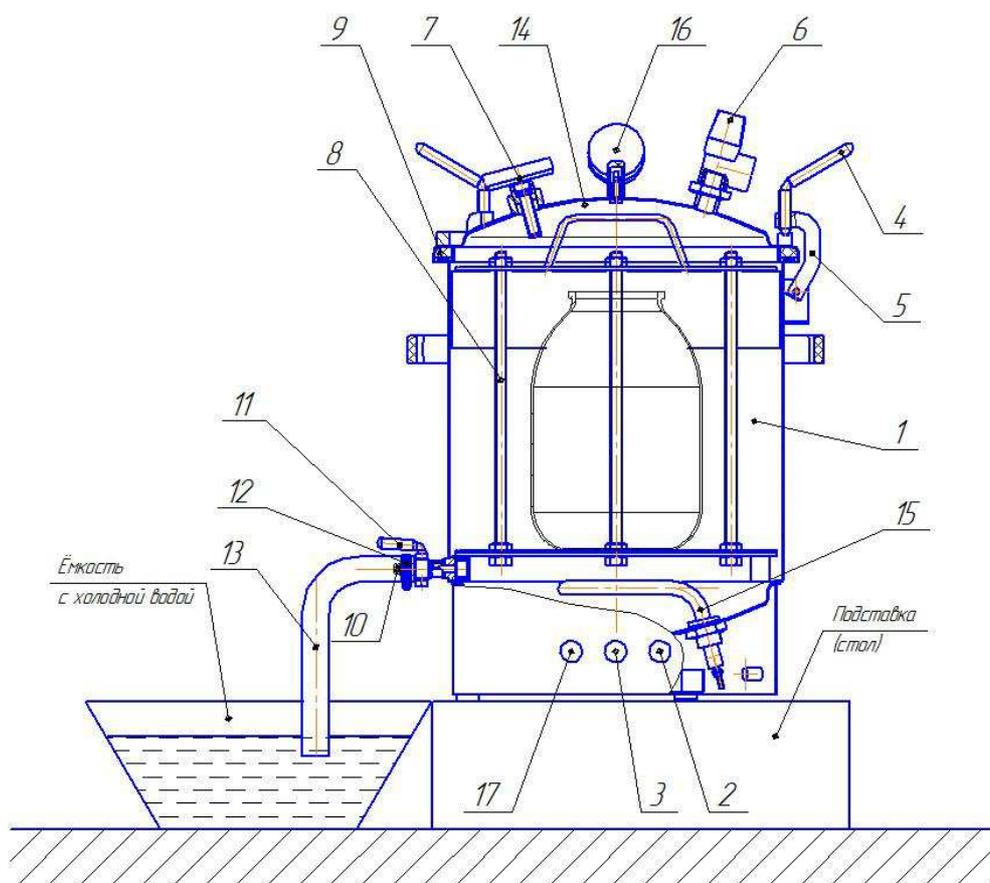
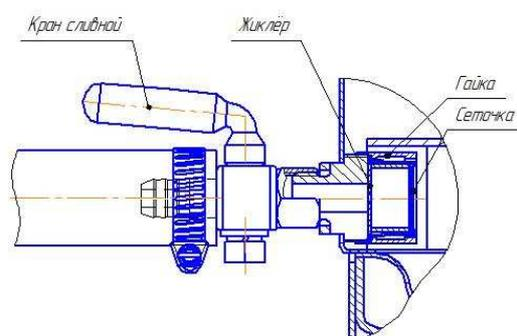

Рисунок 1 - Схема автоклава в сборе
Рисунок 5 — Кран сливной
2.4. Для защиты от брызг и пара при сливе воды с температурой выше 100 °С, конец шланга слива 13 (рис.1) опустить в ведро (или другую ёмкость) с небольшим количеством холодной воды (водяной затвор) и закрепить его (например, привязав шланг к ручке ведра), иначе возможны хаотичные движения шланга с выбросом пара и горячей воды во все стороны в первые минуты слива воды.
- не откручивать ручки 4 (рис. 1) крышки автоклава;
- при необходимости сбросить давление в автоклаве, повернув головку предохранительного клапана 6 (рис. 1) не достигая щелчка (для предотвращения попадания пара на руку надеть защитную перчатку), до полного прекращения выхода пара;
- отвинтить ручки 4 (рис. 1), отбросить кронштейны 5 и снять крышку 14;
3.2. Установить автоклав на подставку (рис.1).
3.4. Ввернуть манометр 16 в штуцер крышки 14 (рис. 1) (резьбу уплотнить).
3.7. Снять крышку 14 (рис.1), аккуратно опустить кассету с банками в корпус автоклава.
3.8. Налить в корпус 1 (рис.1) воду из-под крана или другого источника, уровень воды должен быть на 2 см ниже верхней кромки корпуса.
3.9. Установить крышку 14 (рис.1) на место. Набросить на крышку кронштейны 5 с ручками 4 (рис.1) и, равномерно крест-накрест затягивая ручки 4 прижать крышку к корпусу.
3.15. Поддерживать температуру стерилизации в течение времени, рекомендуемого в выбранном Вами рецепте. Контроль температуры осуществлять по стрелочному термометру 7 (рис.1), поддерживать её постоянной, включая или выключая ТЭН кнопками «ПУСК» и «СТОП». Время контролировать по часам. Для контроля давления и косвенно температуры на крышке 14 установлен манометр 16. При показании манометра равном 2 bar, температура в автоклаве должна быть ~120°C. Если термометр показывает значительно меньше, то значит, он не исправен. Если термометр показывает температуру более 120°, а манометр показывает менее 2 bar и при дальнейшем нагреве начинает срабатывать предохранительный клапан, то значит, неисправен манометр.
- открыть кран 11 (рис.1) для слива воды, слив воды происходит через жиклер (рис. 5) за 20-30 минут (смотри пункт 4.4.).
3.17. После остывания автоклава до 95°C повернуть головку предохранительного клапана 6 (рис.1) и выпустить из автоклава пар. Эти действия позволят продолжиться процессам: слива воды и более интенсивному остыванию кассеты с банками.
3.19. Отвинтить ручки 4 (рис.1), отбросить кронштейны 5, снять крышку 14.
3.20. Вынуть кассету 8 (рис.1) из автоклава и установить в безопасное место для дальнейшего остывания.
3.23. В случае затруднения сброса воды, перед следующей стерилизацией необходимо промыть (продуть) жиклёр (рис. 5). Для этого: открутить гайку, извлечь жиклер, открыть кран, тщательно промыть отверстие жиклёра и сеточку проточной водой (продуть воздухом). После чистки и мойки, установить все в обратном порядке.